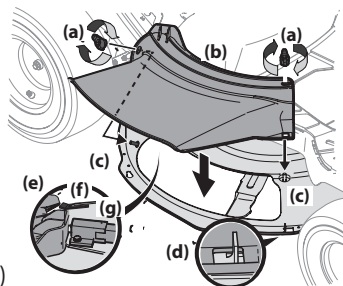

Figura 8
- Extraiga las perillas de aleta (a) que instaló en la plataforma de corte y consérvelas para colocarlas posteriormente. Consulte la Figura 8.
- Coloque el canal de la plataforma (b) en la abertura de descarga de la plataforma. La parte trasera del canal de la plataforma debe estar debajo de la lengüeta (f) del soporte trasero de la plataforma (g). Los pernos prisioneros (c) de la superficie de la plataforma calzarán a través de los orificios de la parte superior del canal de la plataforma. La pequeña lengüeta (d) del borde de la plataforma calzará a través del recorte cuadrado de la parte inferior del canal de la plataforma. Consulte la Figura 8.
- Sujete el canal de la plataforma (b) ajustando las perillas de aleta (a) que extrajo en el Paso 1. Consulte la Figura 8.